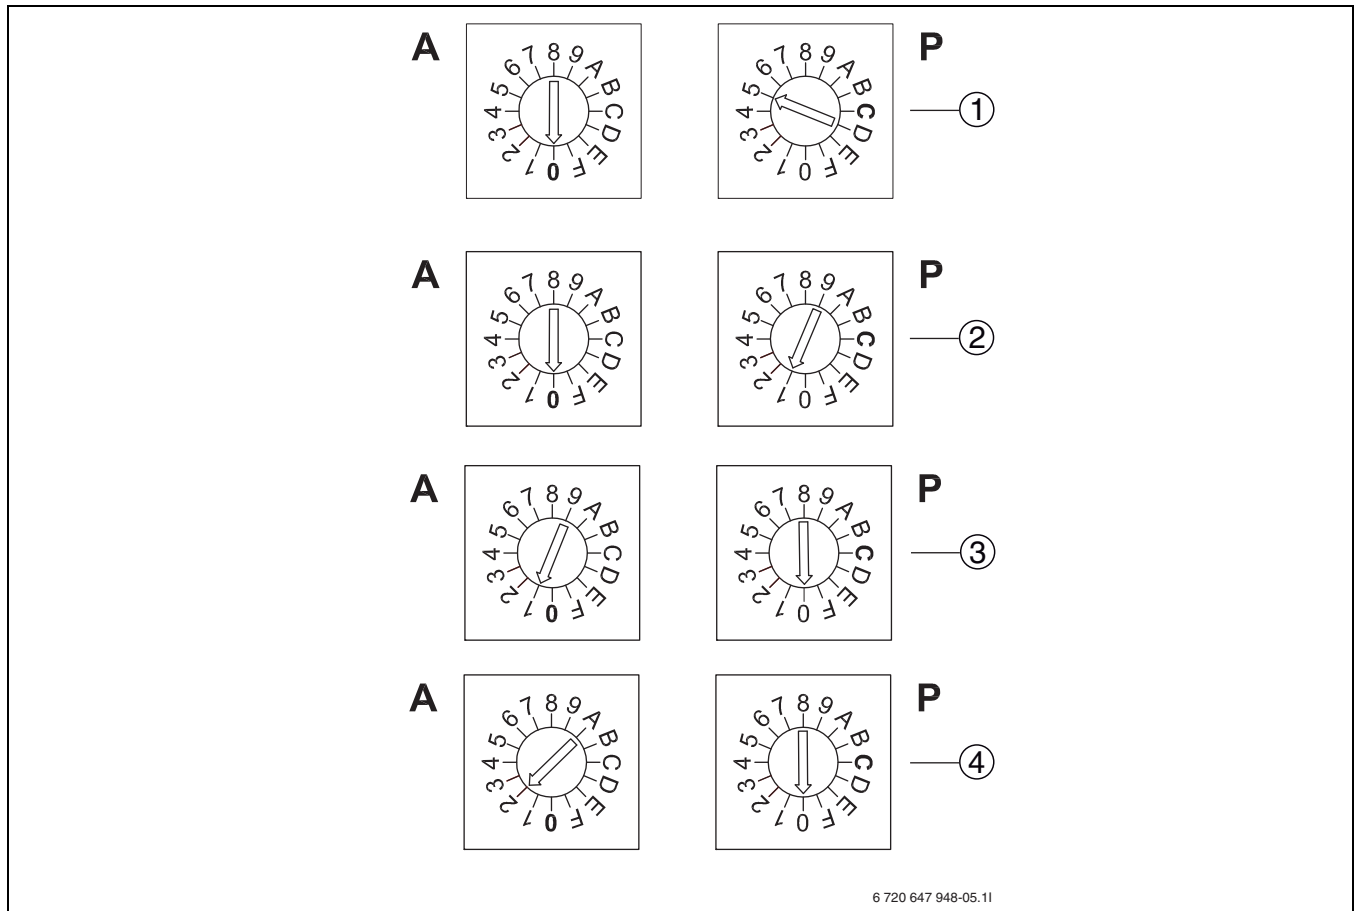

Bild 15 Adress- und Programmauswahl, IOB-B-Karte
- ▶ Adresse und Programm auf der IOB-B-Karte im Multimodul entsprechend der gewünschten Funktion einstellen (→ Bild 15).